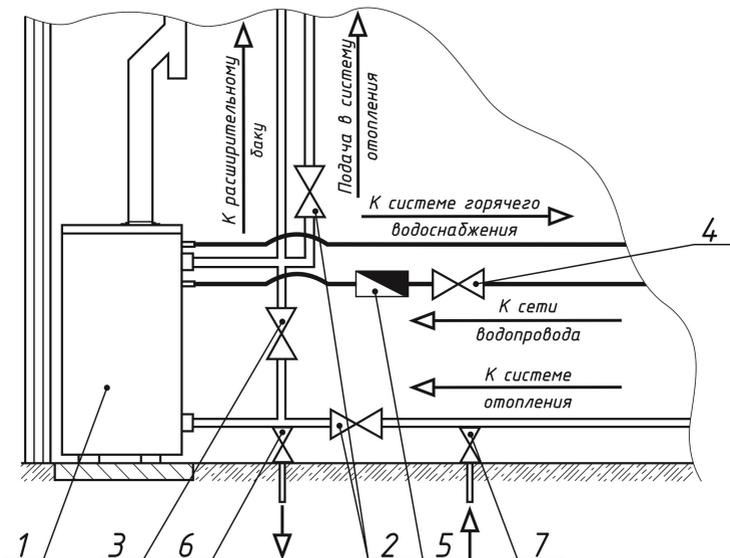

Рисунок 9. Схема подключения котла к системе отопления с естественной циркуляцией и к системе водоснабжения
5.3. Для использования водоотбора в летнее время рекомендуется сделать малый контур отопления, закрыть краны 2 и открыть кран 3. В отопительный период краны 2 должны быть открыты, кран 3 закрыт (рисунок 9).
5.7. Для дальнейшего технического обслуживания рекомендуется установить запорные краны на трубы системы отопления перед котлом, а для котлов с водоотбором и на трубу подачи холодной воды перед котлом (рисунок 9).
5.12. Для исключения засорения котла и системы отопления, а также в целях увеличения их срока службы рекомендуется установить грязевой фильтр 5 (рисунок 9) на трубе обратной подачи и своевременно его очищать.
- на время использования котла для нагрева воды рекомендуется закрывать большой контур отопления и использовать малый контур отопления (рис. 9);